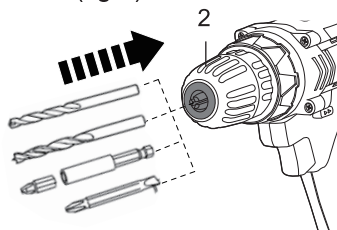

Fig. 2
- > Introduceți vârful mandrinei complet în opritor (fig. 2). Dacă utilizați un bit de șurubelniță de 25 mm, introduceți-l în soclul unui suport de bit.